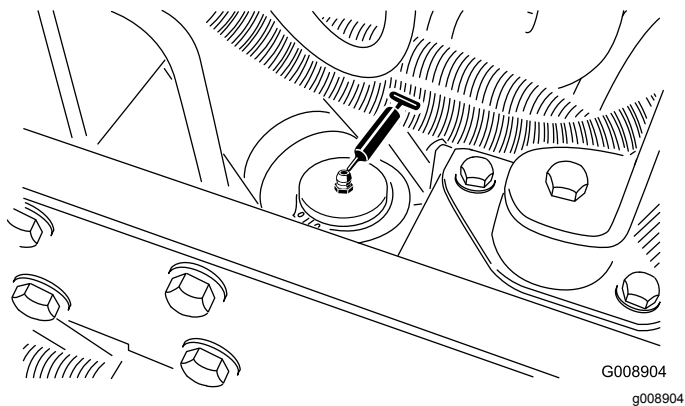

Рисунок 44
- Цилиндр рулевого механизма (**Рисунок 44**)